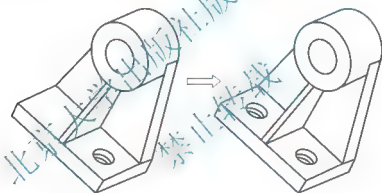

图 6.98 练习题(2)图
- (2) 使用【镜像】命令完成如图 6.98 所示的模型。